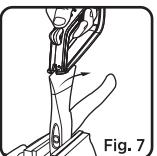

Fig. 7
2. Placez la tête de l'affûteur sur l'une des extrémités de la lame. Puis abaissez l'affûteur de sorte que le bord tranchant repose en bas de la fente en forme de V E. Tenez l'affûteur de manière aussi parallèle que possible par rapport au bord tranchant. Puis appliquez une pression descendante modérée pour tirer l'affûteur sur le bord tranchant d'une extrémité à l'autre dans la direction indiquée par les flèches. (Voir la figure 7) Mantenez une pression constante et suivez le contour de la lame lorsque vous tirez.